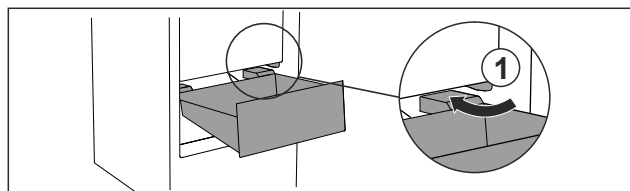

Fig. 136
- Vezesse el a fiókot ferdén az ütközők Fig. 136 (1) körül.